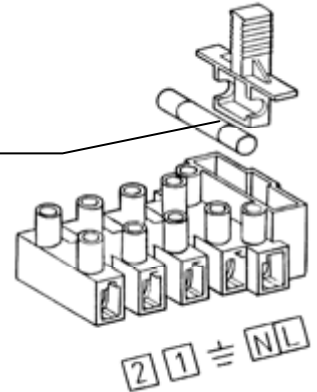

Рис. 7: Клемна колодка електроживлення
- В клемній колодці є також плавкий запобіжник швидкого спрацювання на 2А (Рис. 7).